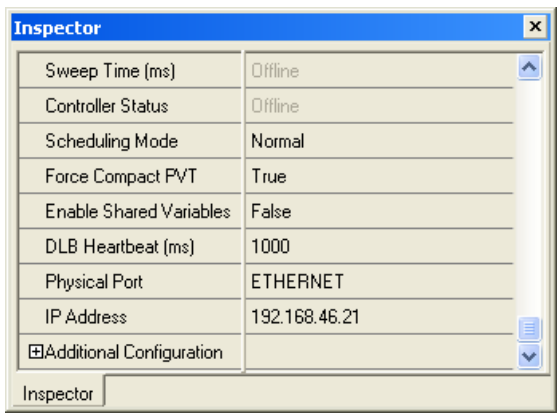

图 5.12 设置项目连接属性及其 IP 地址
3) 设置工程中 Target 的属性。其中物理接口使用以太网连接，并设置连接以太网模块的 IP 地址，如图 5.12 所示。